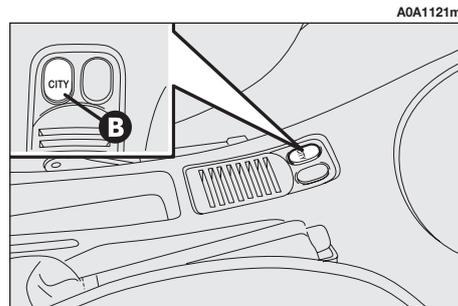

fig. 128
- la seconda di tipo automatico, definita **CITY** (con questa modalità selezionata tramite il pulsante B-fig. 128, la scritta **CITY** compare sul display fig. 130). Con questa modalità il sistema decide direttamente quando effettuare il cambio marcia.